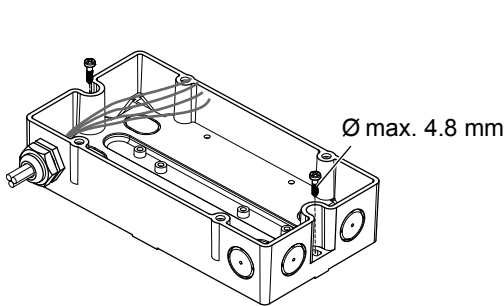

Fig. 5
3. Use two screws to fit the housing on a plane surface (Fig. 5).
3. Montieren Sie das Gehäuse mit zwei Schrauben auf eine plane Fläche (Fig. 5).